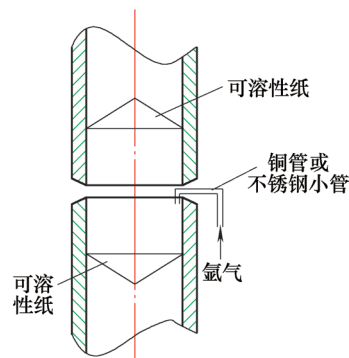

图3 现场焊口安装焊接充氩示意
(3) 定位焊 焊道组对定位焊接与正式焊接参数要求相同，组对间隙 $2 \sim 3\text{mm}$ ，在正面定位焊，定位焊长度为 10mm 左右，需充氩保护，焊层要薄。然后把定位焊缝的两头打磨成斜坡状，以便于接头。定位焊应无缺陷，如有焊接缺陷，必须用砂轮将缺陷磨掉，重新点焊。
(4) 管内充氩保护 因现场条件所限，采用从坡口直接充氩。焊口两侧用可溶纸柔成球状堵塞，造成 400mm 左右长的密闭气室，对口缝隙用耐温胶带在外壁封闭(打底时会逐段烧掉)。充氩皮带前侧插一铜或不锈钢小管，管头压成扁状做C型，外侧打磨薄，使其口朝下插入对口间隙内。具体充氩方法如图3所示。